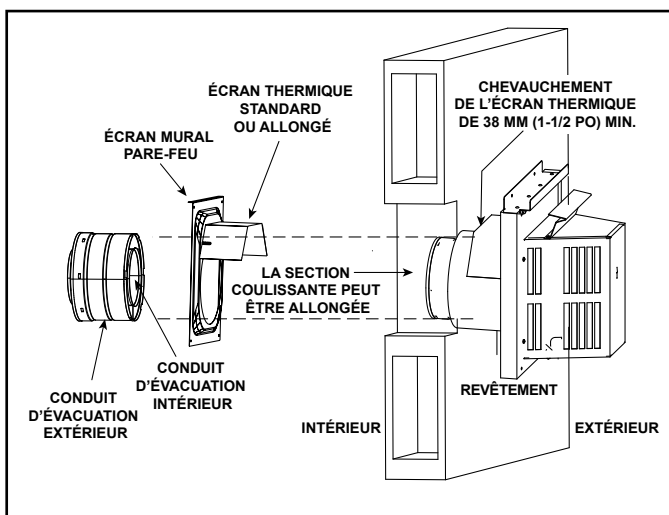

Figure 7.15 Conduit traversant le mur
- **NE PAS** enlever les écrans thermiques fixés à l'écran mural pare-feu et au chapeau de l'extrémité du terminal horizontal (présenté à la figure 7.15).
L'écran thermique est en deux parties. L'une des parties a été fixée à l'écran mural pare-feu lors de la fabrication. L'autre partie a été fixée au chapeau de l'extrémité lors de la fabrication. Voir la figure 7.15.